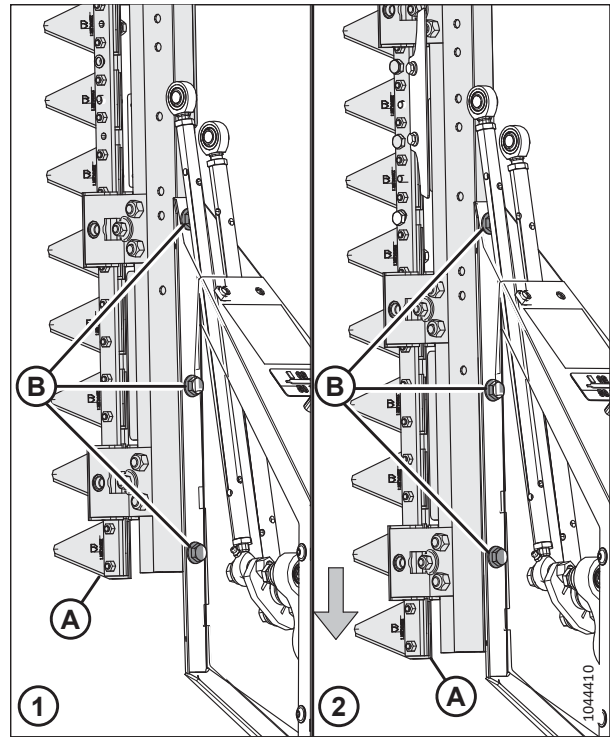

Рисунок 4.376: Регулировка положения ножа
16. Переставьте нож (А) в сборе так, чтобы отверстия надлежащей конфигурации совпали с отверстиями на раме. См. рис. 4.376, страница 474.